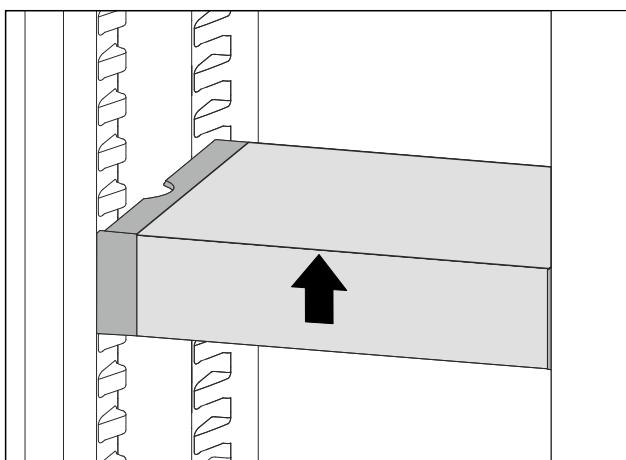

*Fig. 109*
- VarioSafe-Schubfach hinter den Stopfern auf gewünschter Rippe *Fig. 109 (1)* oder *Fig. 109 (2)* aufsetzen.